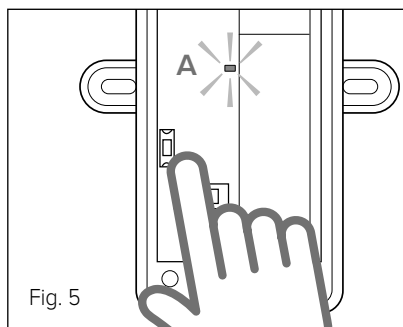

Fig. 5
- Pulsar la tecla en la tarjeta de la sonda externa hasta cuando el LED rojo A se encienda aproximadamente 2 segundos (Fig. 5).